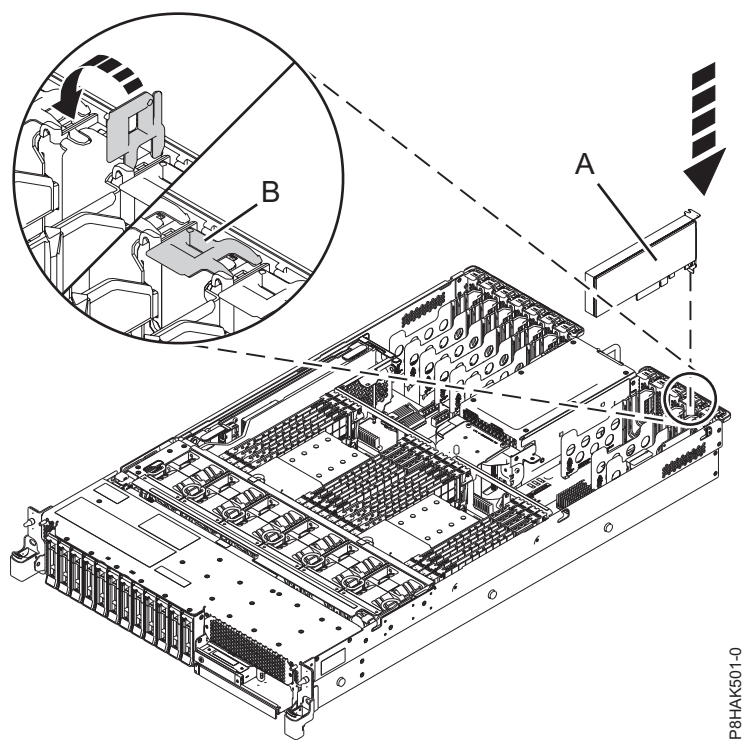
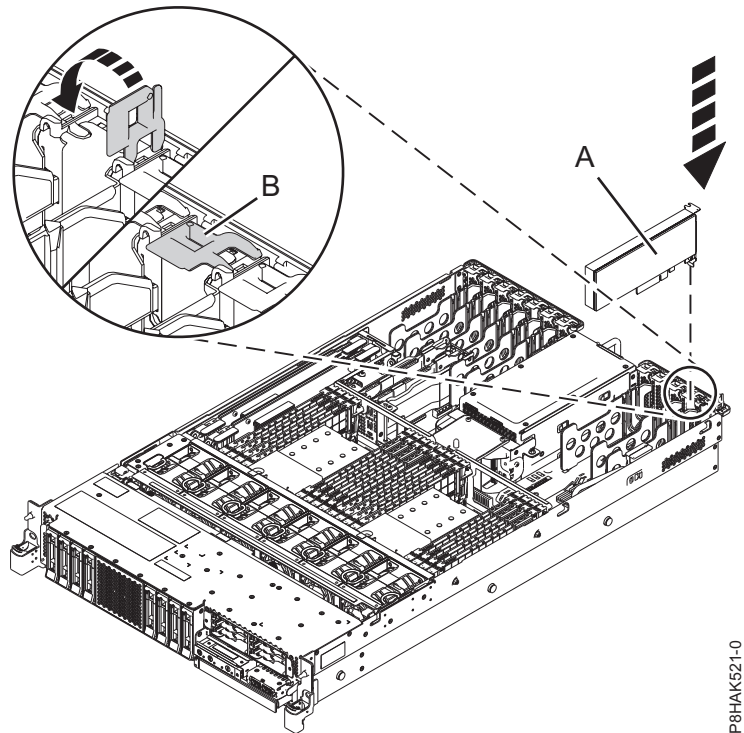

Figura 29. Substitució d'un adaptador PCI en una unitat del sistema muntada en bastidor
Figura 30. Substitució d'un adaptador PCI en un sistema de funció expandida muntat en bastidor
6. Si el pestell d'adaptador (B) de la ranura de destinació encara no està en la posició d'obertura, estireu el pestell fins que es col·loqui en posició d'obertura fent-lo girar cap a fora del clip de la part posterior del sistema, tal com es mostra a la Figura 29 a la pàgina 48 i Figura 30 a la pàgina 48.
7. Agafeu amb compte l'adaptador per l'extrem superior o per la contrapunta i alineu-lo amb la ranura i el seu connector de la placa posterior del sistema (A), tal com es mostra a Figura 29 a la pàgina 48 i Figura 30 a la pàgina 48.
9. Per bloquejar l'adaptador dins la seva ranura, feu girar el pestell d'adaptador (B) en la direcció que es mostra a la Figura 29 a la pàgina 48 i Figura 30 a la pàgina 48.